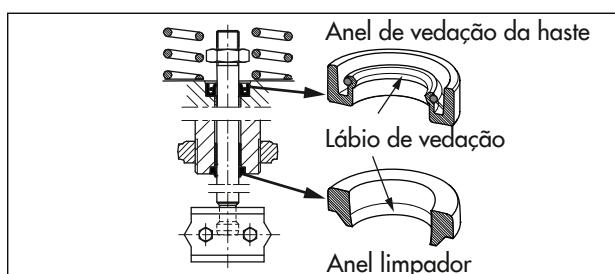

Fig. 14: Alinhamento do anel de vedação da haste e do anel limpador
6. Utilize uma ferramenta adequada para montar o anel de vedação da haste. Respeite o alinhamento correto do anel de vedação da haste (consulte a Fig. 14).